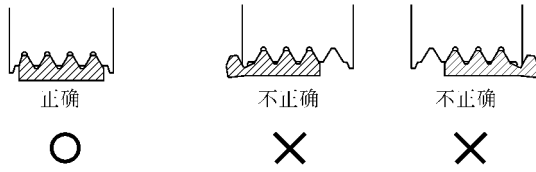

图 16-36 检查传动带的安装位置
(1) 检查传动带的安装位置。在传动带安装好之后，检查它在摩擦槽内的配合位置是否符合图 16-36 所示的正确要求。